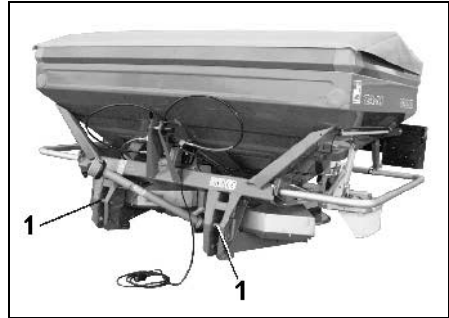

Fig. 20
- Unterlenker des Schleppers auf Unterlenkerbolzen (Kat. II) (Fig. 20/1) befestigen und mit Klappstecker sichern.